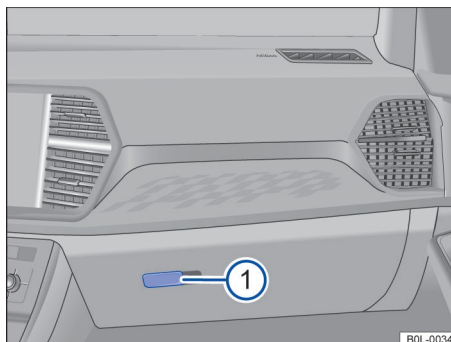

Рисунок 101. Сторона переднего пассажира: вещевой ящик
Открыть: потяните за ручку → Рисунок 101①.